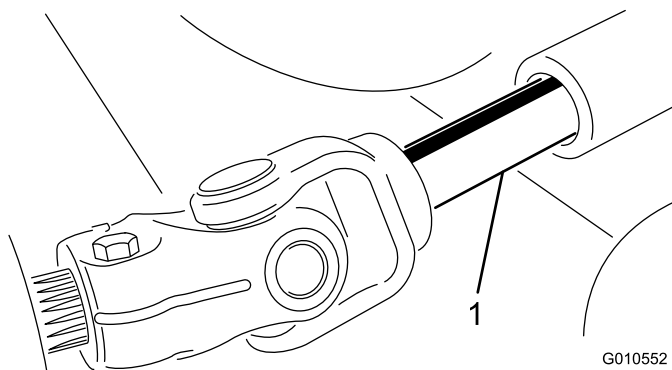

図 25
5. PTO シャフトのオスメスの接続部分を解除して、カuttingユニットをトラクションユニットから引き出す(図 25)。
3. オスの PTO シャフトとメスの PTO シャフトを接続する (図 25)。